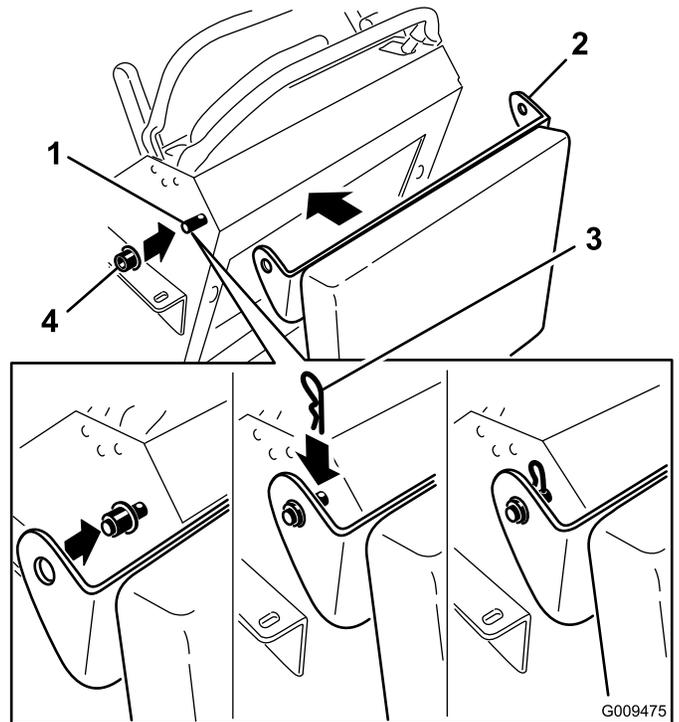

Figura 33
8. Introduzca los casquillos de plástico en el soporte del cojín y sujételos con las chavetas (Figura 33).
6. Instale los casquillos de plástico sobre los pasadores (Figura 33).